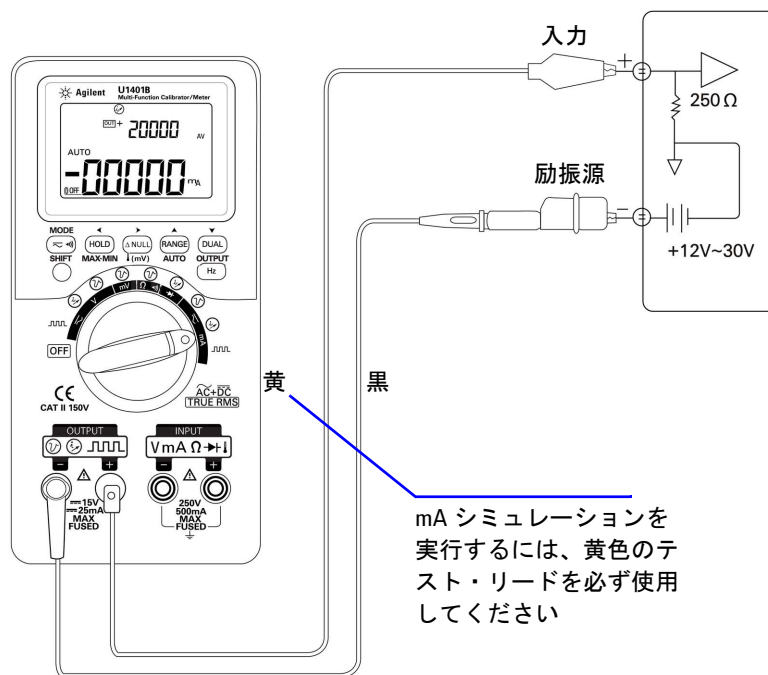

図 5-3 2 端子トランスミッタのシミュレーションを実行する場合は、黄色のテスト・リードを使用します
- 2 本器の正の出力端子と電流ループの測定デバイスの入力端子を、黄色の専用テスト・リードで接続します。図 5-3（91 ページ）を参照してください。